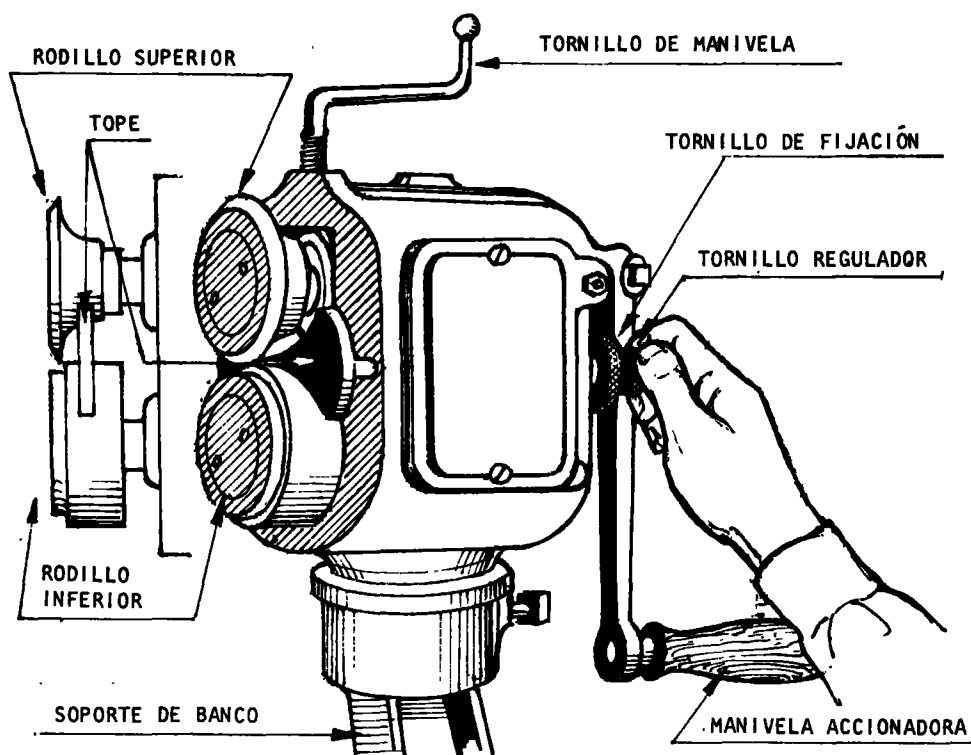

Fig. 2
- c Alínee los bordes dobladores de los rodillos accionando el rodillo regulador (fig. 2).